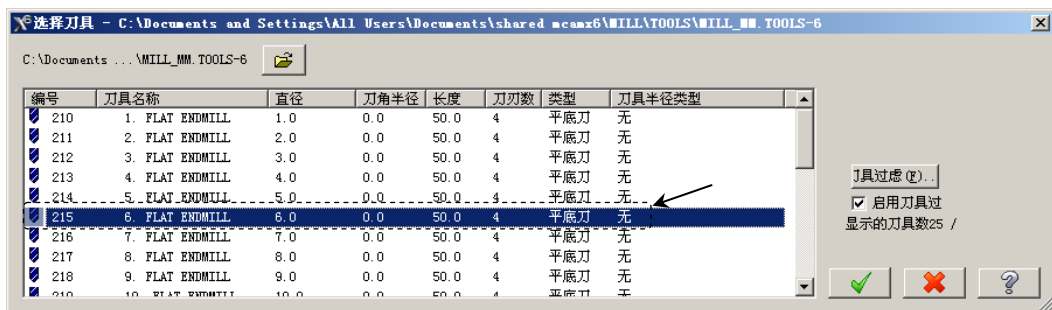

图 9.11 “选择刀具”对话框
Step4. 选择刀具。在“曲面残料粗加工”对话框中单击 **选择刀库** 按钮，系统弹出“选择刀具”对话框，在该对话框的列表框中选择图 9.11 所示的刀具。单击 按钮，关闭“选择刀具”对话框，系统返回至“曲面残料粗加工”对话框。